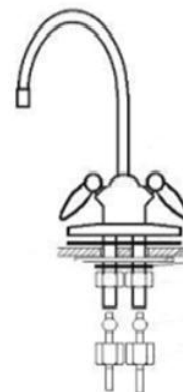

Рис.7
- (Рис.7) Наденьте декоративную шайбу. Предварительно сняв с неё защитную пленку.